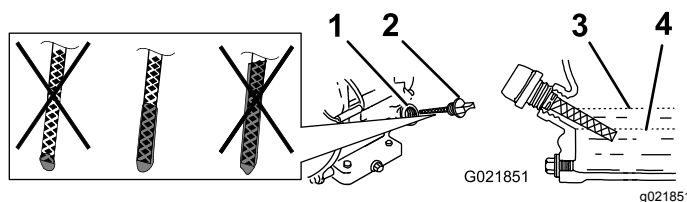

Figura 19
4. Limpie alrededor de la varilla (Figura 19) para impedir que caiga suciedad por el orificio de llenado y cause daños en el motor.
6. Introduzca la varilla a fondo en el orificio de llenado, pero **no la enrosque** (Figura 19).
7. Retire la varilla de nuevo e inspeccione el extremo. Si el nivel del aceite del motor es bajo, vierta lentamente en el orificio de llenado sólo la cantidad de aceite suficiente para que el nivel llegue a la marca Full (lleno) de la varilla (Figura 19).